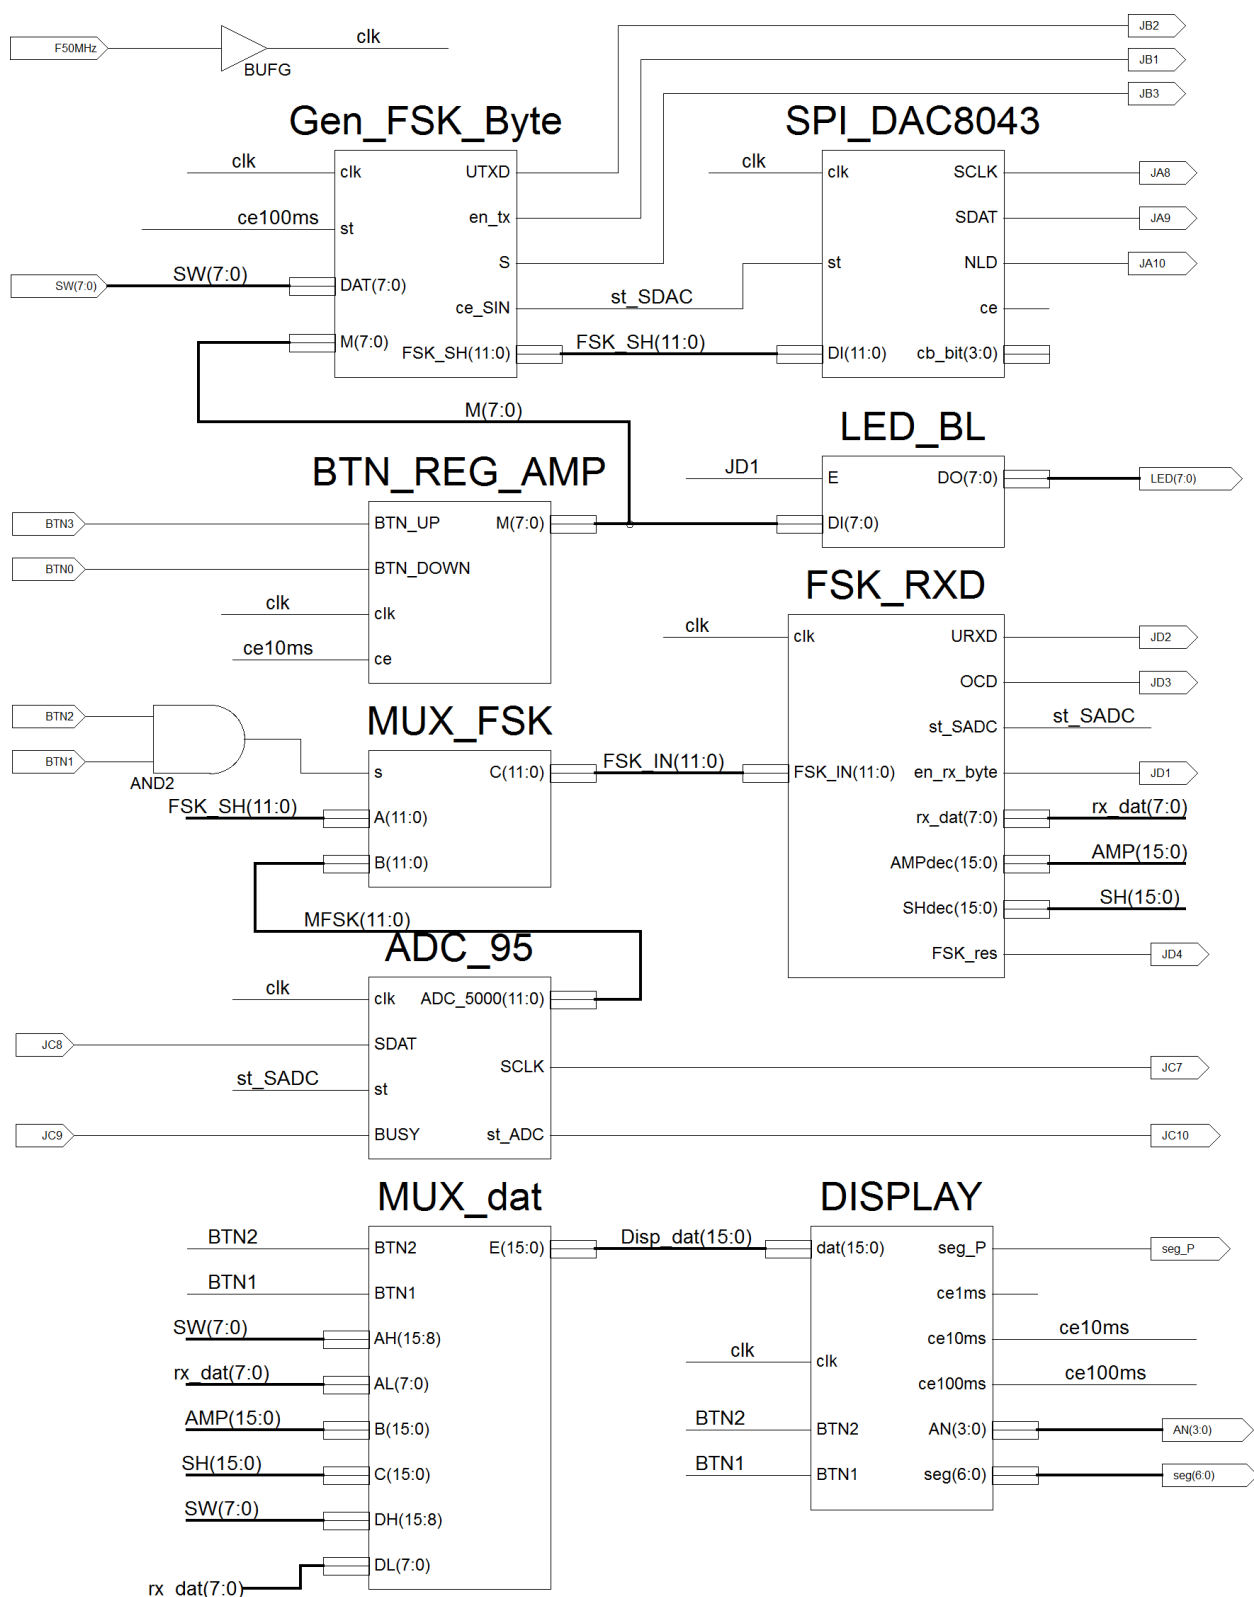

Рис. 3 Схема лабораторной работы S_Sch_Lab414_T95
Для схемы **S_Sch_Lab414_NS** (рис.3) дополнительно создать модули и символы:
5.1 Создать лист схемы **S_Sch_Lab414_T95** (New Source - Schematic). Из созданных символов составить схему рис.3. Выполнить синтез (Synthesize - XST), исправить ошибки.